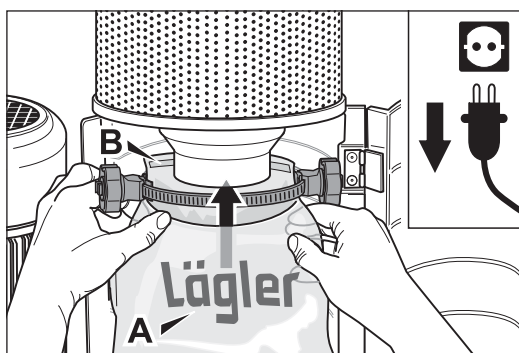

Fig. 16 Compruebe si es correcta la posición de la bolsa de polvo en el depósito (impresión hacia delante, tira adhesiva hacia atrás).
- 9 Pase la abertura de la nueva bolsa de polvo por encima de la tubuladura del separador de aire. La impresión sobre la bolsa de polvo tiene que encontrarse en su lado (Fig. 16).